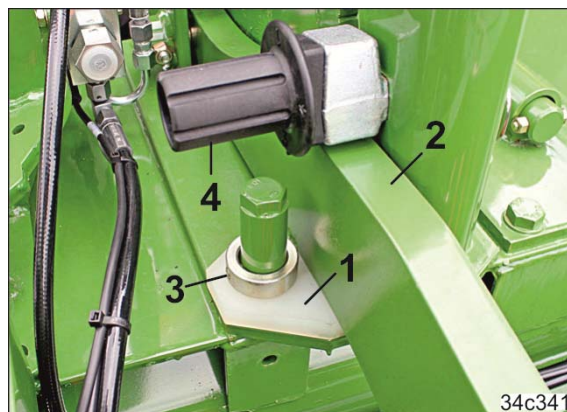

Fig. 91
3. Fixer deux amortisseurs (Fig. 91/1) avec bagues de réglage (Fig. 91/3) sous les bras supports (Fig. 91/2) de l'outil de préparation du sol.
4. Fixer les axes de réglage de la profondeur (Fig. 91/4) dans le segment de réglage complètement en bas et les bloquer à l'aide d'une goupille d'arrêt.